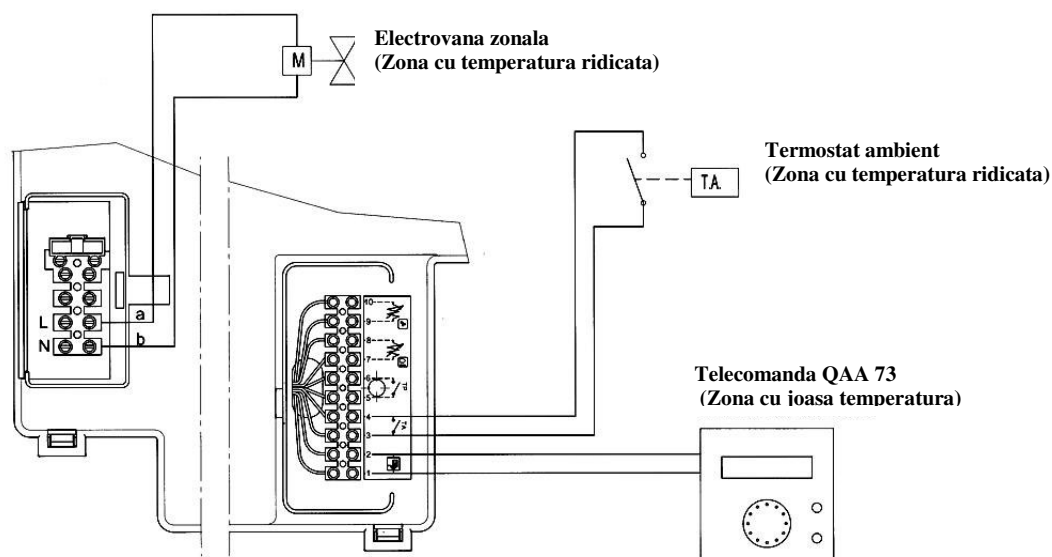

Figura 4
- Dispozitivul de control al temperaturii, QAA73, trebuie sa fie conectat la terminalele 1-2 a blocului de conectare M2 (figura 4)
- QAA73 trebuie sa fie conectat la terminalele 1-2 a placii terminale M2 in figura 4.